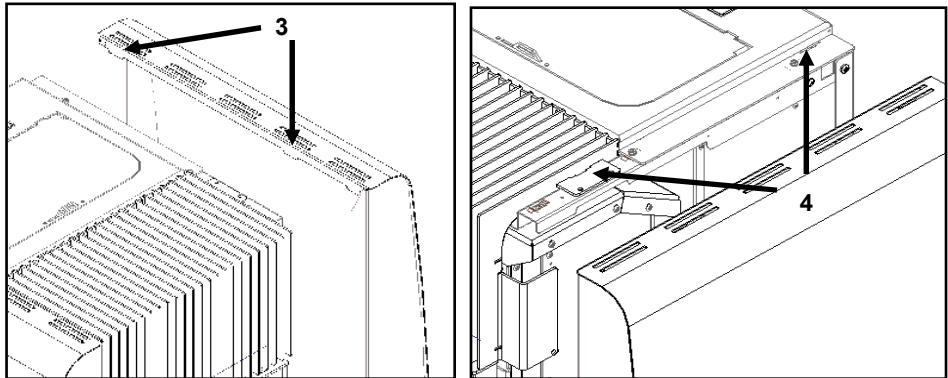

Figura 104 – Colocação das envelopentes
d) De seguida, encaixar primeiro os furos inferiores **1** das capas laterais, nos guias **2** que se encontram no fundo da máquina, depois no sentido descendente encaixar os apoios **3** nos rasgos **4**, como demonstra a Figura 104.